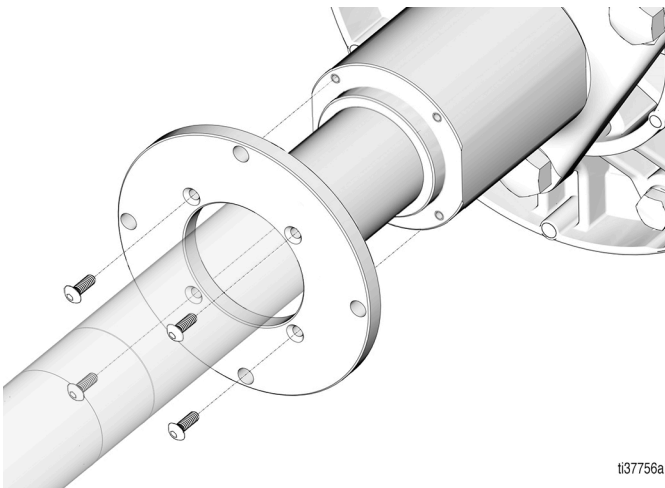

图 35
25. 更换安装板 (图 35)。
26. 更换固定安装法兰 (7) 的四个螺丝 (扭矩 60 - 70 in-lb/6.8 - 7.9 N•m) (图 35)。